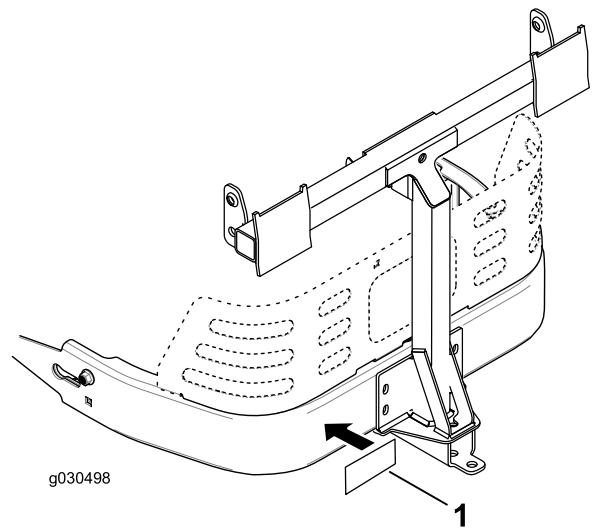

Figure 8
3. Apposez l'autocollant de la barre d'attelage à 1,3 cm sur la gauche du support de fixation d'accessoire (Figure 8)